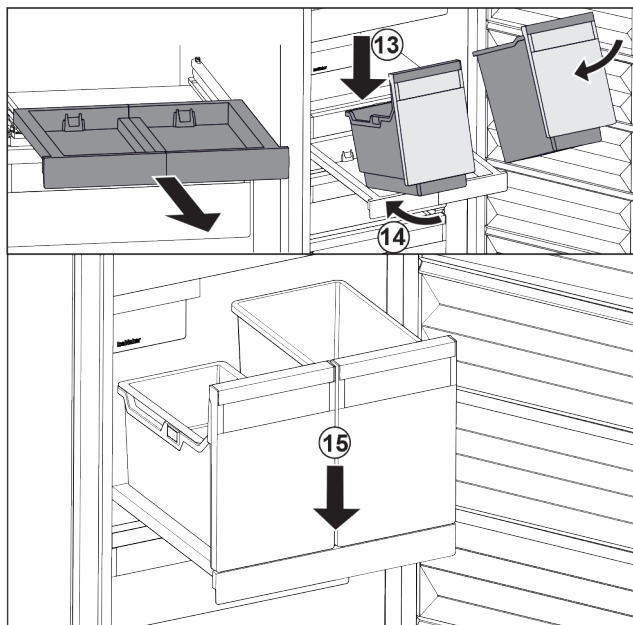

Fig. 105
- ▶ Наклоняя вниз, установите контейнеры на выдвижную панель. Fig. 105 (13)
- ▶ Вставьте контейнеры, наклоняя вниз, назад. Fig. 105 (14)
- ▶ Снимите контейнеры спереди. Fig. 105 (15)